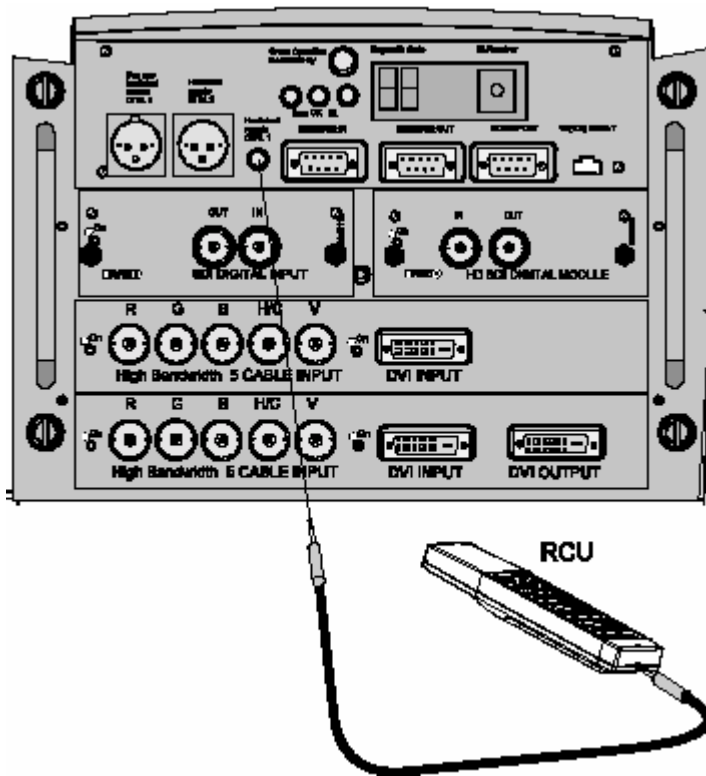

图 5-7
2. 将另一端插入投影机面板上标志为 **RC** 的接线端子，(图 5-7)。